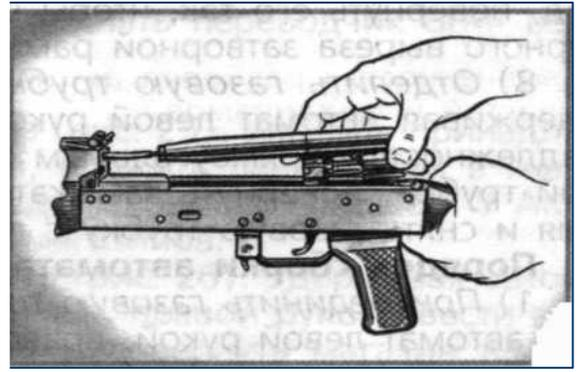

Рис. 6 Отделение затворной рамы с затвором
7) Отделить затворную раму с затвором (рис. 6). Продолжая удерживать автомат левой рукой, правой рукой отвести затворную раму назад до отказа, приподнять ее вместе с затвором и отделить от ствольной коробки.